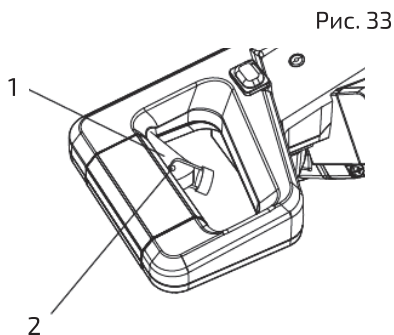

Рис. 33
Данная торцово-усорезная пила оборудована курковым выключателем (1) (рис. 33). При нажатии на курок пила включается.
Чтобы заблокировать выключатель от возможного включения посторонними лицами, вставить навесной замок или цепочку с навесным замком (не входят в комплект) в отверстие (2) в курковом выключателе (см. рис. 33). Это заблокирует выключатель и не позволит посторонним лицам запустить пилу.